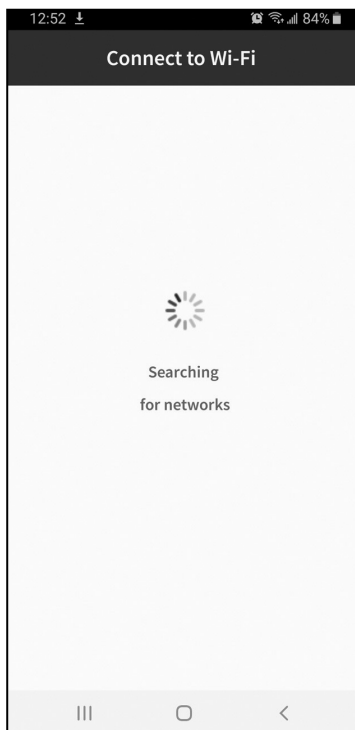

**Fig. 18**
5. Recherchez des appareils et sélectionnez l'appareil dans la liste (**fig. 18 et 19**).